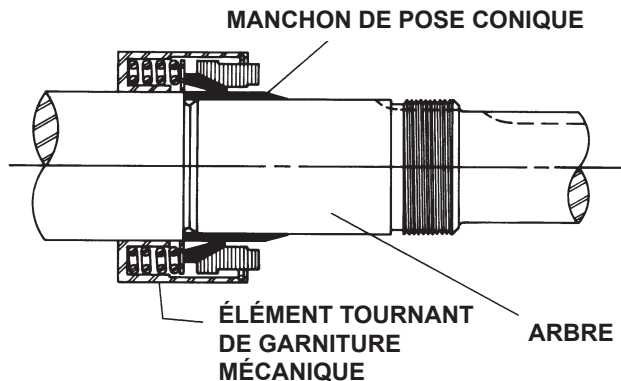

FIGURE 10
- Placer le manchon de pose conique sur l'arbre. Enduire le manchon conique et l'intérieur de l'élément tournant d'une généreuse quantité d'huile légère. L'emploi de graisse est déconseillé. Engager l'élément tournant sur l'arbre et sur le manchon conique. **Voir Figure 10.**